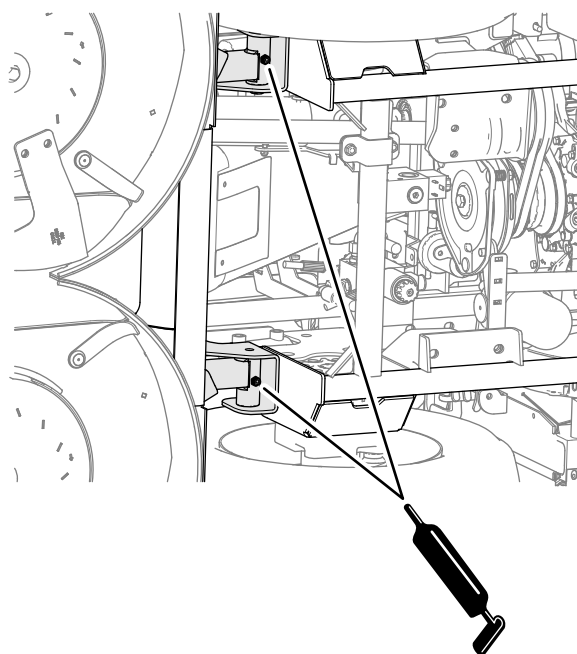

Figura 45
- Locais de articulação do braço de elevação da plataforma (Figura 45)